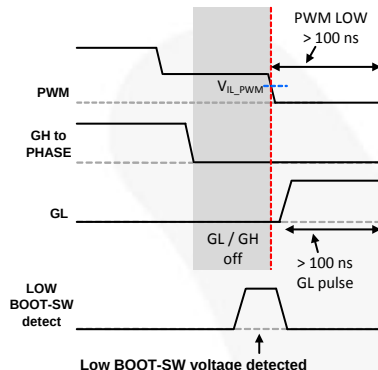
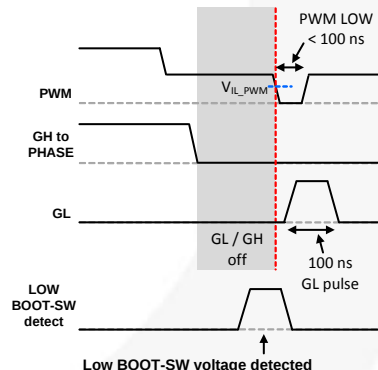

图 31. 检测到较低的 BOOT-SW 电压并且 PWM 从三态变为低电平的时间超过 100 ns
图 32. 检测到较低的 BOOT-SW 电压并且 PWM 从三态变为低电平的时间少于 100 ns
- 如果该部分以较低的 BOOT-SW 电压退出三态状况并且控制器发出 PWM=LOW 指令的时间为 100 ns 或更长，SPS 执行 PWM 输入的指令。如果 PWM=LOW 的时间少于 100 ns，GL 保持导通 100 ns，然后执行 PWM 输入的指令（参见图 31 和图 32）。